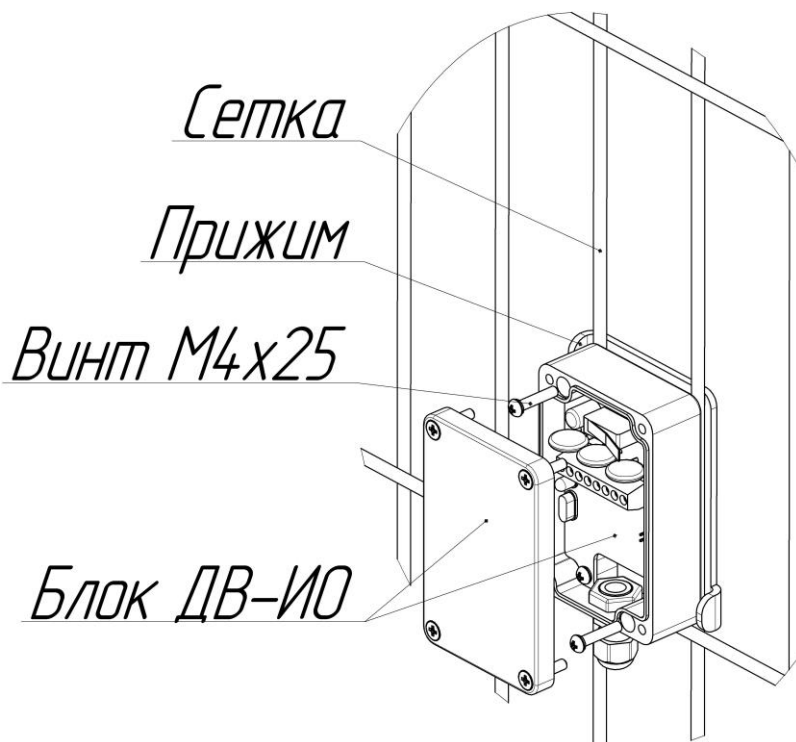
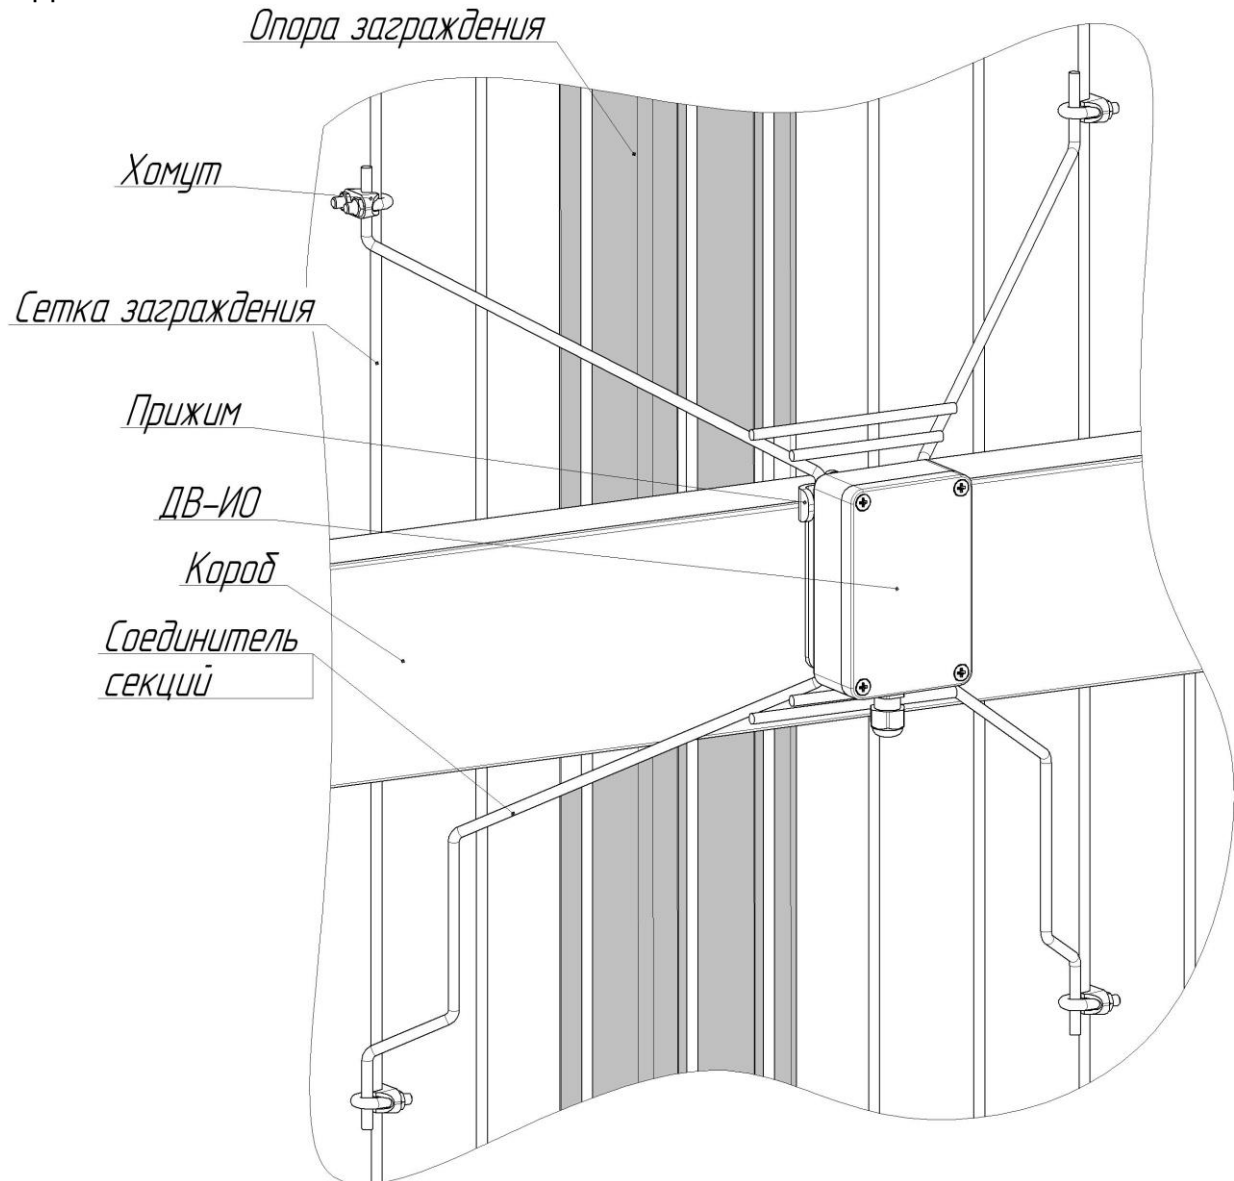

Рисунок 2 – Крепление извещателя на сетке ограждения
Рисунок 3 – Крепление извещателя на соединителе секций
- Извещатель устанавливается непосредственно на нижнюю панель ограждения посередине секции (рисунок 2). Учитывая, что вибрация ограждения при воздействиях на него передаются через металлические опоры, при условии жесткого крепления полотен секций на металлических опорах ДВ-ИО может использоваться для контроля 3 секций, при этом рекомендуется дополнительное соединение секций между собой соединителями секций (рисунок 3). Допускается увеличение локальной зоны контроля ДВ-ИО до 5 секций при условии соединения всех секций соединителями.